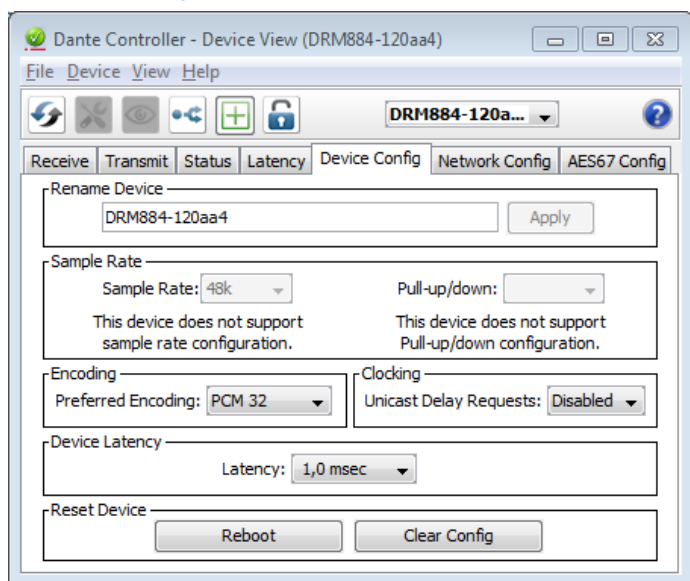

Abb. 9 Device-View vom DRM-884
- 5) In der dritten Leiste lassen sich unterschiedliche Informationen zu dem Gerät anzeigen und Einstellungen vornehmen. Den Reiter „Device Config“ auswählen (siehe Abbildung 9).